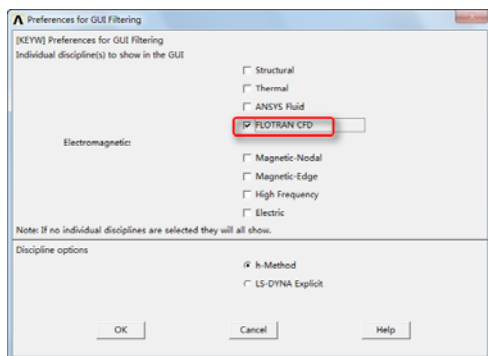

图 10-4 “Preferences for GUI Filtering”对话框
③设置参数：依次选择 Main Menu→Preferences，会出现“Preferences for GUI Filtering”对话框，选择“FLOTRAN CFD”，如图 10-4 所示，单击“OK”按钮关闭该对话框。